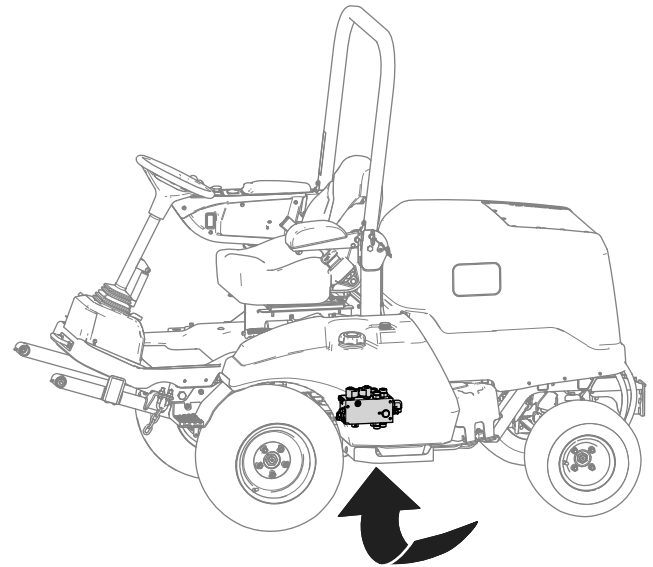

Figura 23
3. Localize o manípulo de elevação debaixo da máquina (Figura 23).